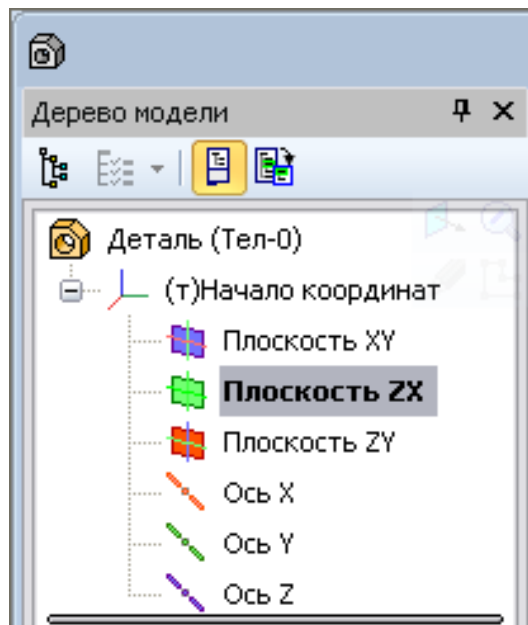

Рис. 3.2.4
3. В **Дереве модели** виберемо площину проєкцій, на якій буде викреслений ескіз основи деталі. Для побудови прямокутної основи деталі «Корпус» виберемо горизонтальну **Плоскость ZX** (рис. 3.2.4) і орієнтацію  **Сверху**.